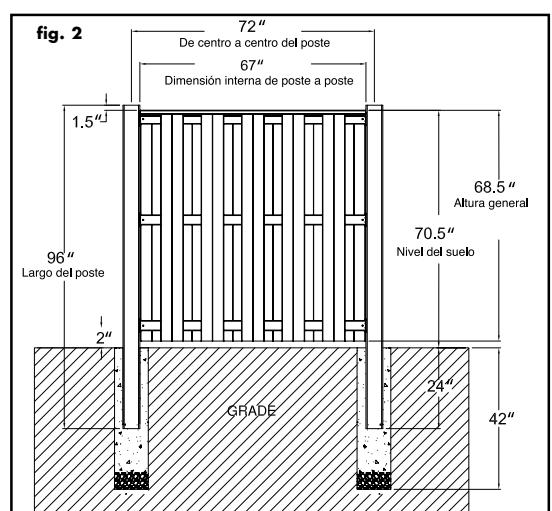

fig. 2
- Dig post holes 10" to 12" in diameter and 36" to 42" deep (depending on local ordinance or expected frost depth in winter). See fig. 2.
- Starting with a corner, mix concrete in the first hole per the instructions on the bag. Mix thoroughly and install the post into the hole and tap the post to the proper depth. Measure to be sure you can install the finished panel to the post with an approximately 2" gap from the ground to the bottom of the panel. You also need to leave a 1-1/2" space from the top of the panel to the top of the post. The 1-1/2" spacing allows the cap to be installed to the top of the post without interference with the top rail. See fig. 2.
- Excave huecos para postes de 10 pulgadas a 12 pulgadas de diámetro y de 36 pulgadas a 42 pulgadas de profundidad (dependiendo de la reglamentación de construcción local o de la profundidad de escarcha que se espere en el invierno). Vea la Fig. 2
- Comenzando en una esquina, mezcle el concreto en el primer hueco de acuerdo a las indicaciones en la bolsa. Mezcle bien e instale el poste en el agujero y dé pequeños golpes al poste hasta lograr la profundidad apropiada. Mida para asegurarse que puede instalar el panel acabado al poste con una apertura aproximada de 2 pulgadas desde el suelo hasta la parte inferior del panel. También necesita dejar un espacio de 1-1/2 pulgadas desde la parte superior del panel a la parte superior del poste. El espacio de 1-1/2 pulgadas permite instalar la moldura en la parte superior del poste sin interferencia del barandal superior. Vea la fig. 2.